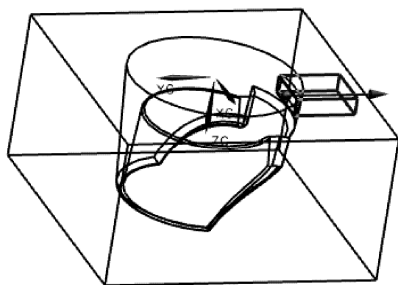

图 8-45 拉伸滑块头
(5) 切换回建模状态，在图 8-42 所示的【拉伸】对话框中单击拉伸矢量反向按钮，拉伸滑块头如图 8-45 所示。拉伸结束平面为【直至下一个】，在对话框中单击【确定】按钮，完成滑块头第一部分的创建。